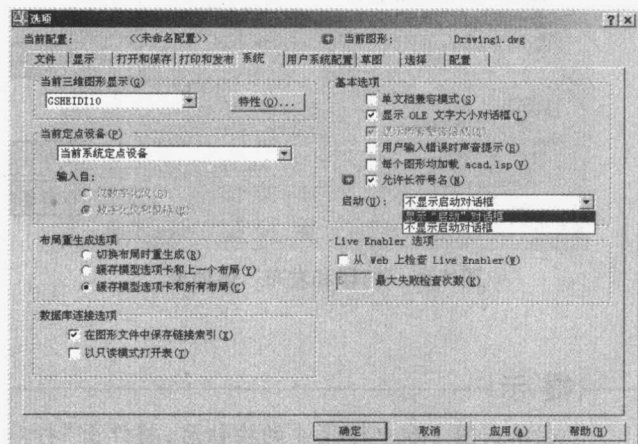

图 1-9 “系统”选项卡
step 08 设置“系统”选项卡。在“选项”对话框中单击“系统”标签，进入“系统”选项卡，如图 1-9 所示。在此选项卡中主要是对三维图形进行系统设置。在“基本选项”栏中的“启动”下拉列表框中选择“显示‘启动’对话框”选项，其用途会在本章后面的例子中进行介绍。